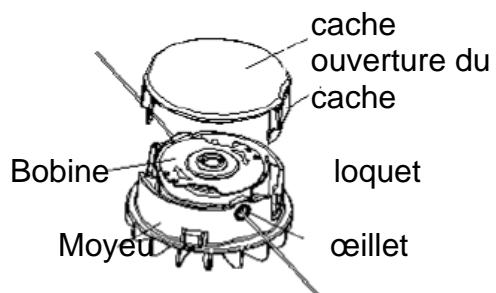

Fig. 22
2. Otez la bobine du coupe-bordures. Pour cela, retirez le cache de protection pour accéder au moyeu. (Fig. 22). Retirez la bobine.